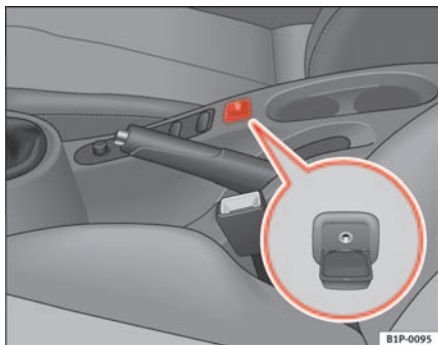

Fig. 101 Conector para la entrada auxiliar de audio
- Levante la tapa AUX.⇒ fig. 101